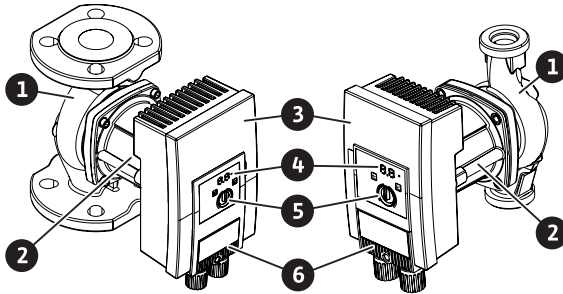

Fig. 1: Översikt över pumpen
På motorhuset finns en reglermodul (Fig. 1, pos. 3), som reglerar pumpen och tillhandahåller ett SSM-gränssnitt. Beroende på vald användning eller regleringsfunktion regleras varvtalet eller differensstryck. Vid alla differensstryckregleringsfunktioner anpassar sig pumpen hela tiden till anläggningens kapacitetbehov.